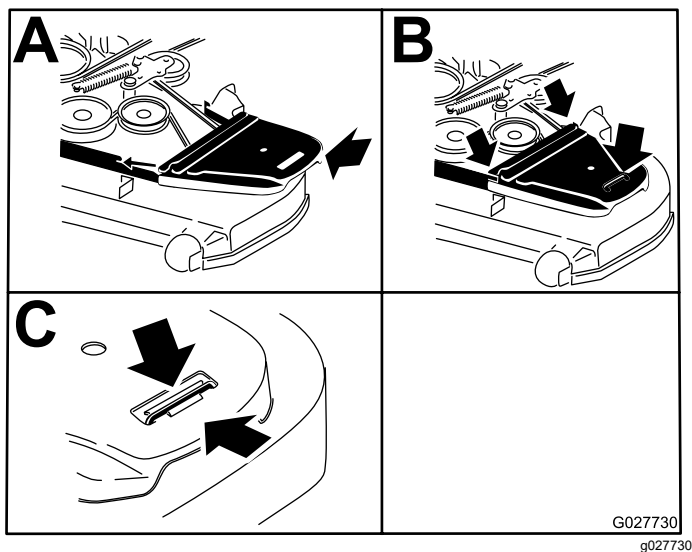

Figura 61
15. Montați capacele curelei (Figura 61).